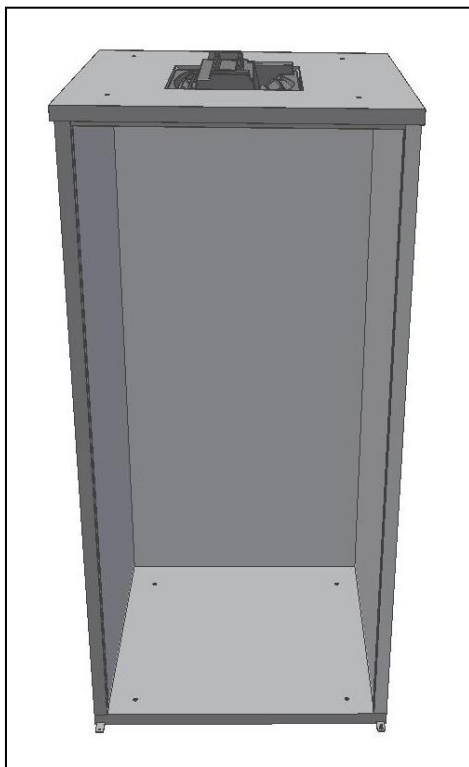

Fig. 7
- Inserire il **pannello del coperchio** sui pannelli laterali e sui pannelli del retro, fissare solo al retro (Fig.7).